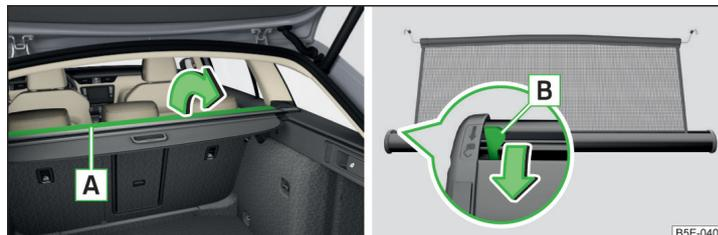

Abb. 130 Teil der aufrollbaren Gepäckraumabdeckung aufklappen / Entriegelungshebel
- › Einen Teil der aufrollbaren Gepäckraumabdeckung **A** in Pfeilrichtung aufklappen » Abb. 130.
- › Einen Teil der aufrollbaren Gepäckraumabdeckung **A** entgegen der Pfeilrichtung zurückklappen » Abb. 130.
Sollte die Netztrennwand beim Herausziehen aus dem Gehäuse blockieren, dann den Entriegelungshebel **B** in Pfeilrichtung drücken » Abb. 130.